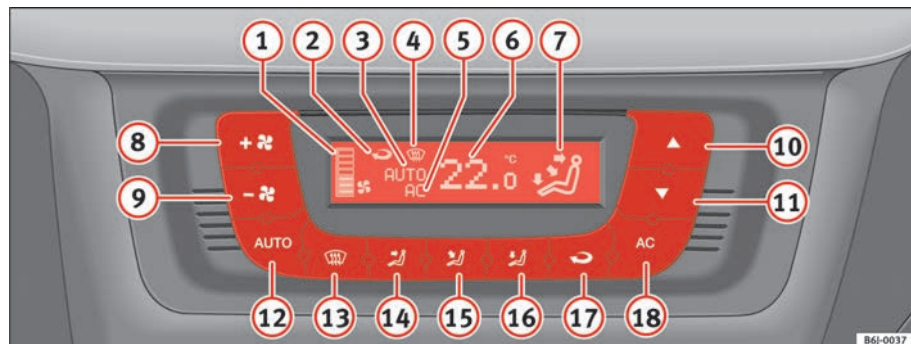

Abb. 90 In der Instrumententafel: Bedienelemente Climatronic
- Drehen Sie den Temperaturregler ⇒ Seite 130, Abb. 90 , um die Temperatur einzustellen.
- Drücken Sie die Taste . Die Anzeige ⇒ Seite 130, Abb. 90  erscheint.
- Drücken Sie eine der Tasten ⇒ Seite 130, Abb. 90  bis  oder drücken Sie den Gebläse regler  und . Die Anzeige  erlischt.
Das Gebläse kann mit den Tasten  und  ⇒ Seite 130, Abb. 90 eingestellt werden. Ist das Gebläse ausgeschaltet (am Display wird keine Gebläsestufe  angezeigt) und die Taste  gedrückt gehalten, wird die Climatronic ausgeschaltet. Dies wird durch **OFF** im Display angezeigt.
- Drücken Sie die Taste , um den Umluftbetrieb ein- oder auszuschalten. Der Umluftbetrieb ist eingeschaltet, wenn das Symbol  ⇒ Seite 130, Abb. 90 im Display angezeigt wird.